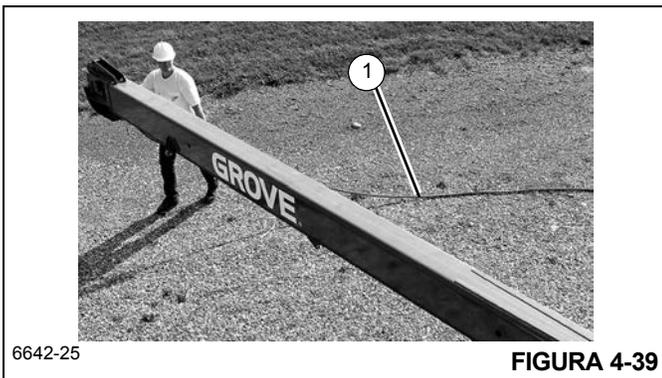

FIGURA 4-39
4. Utilizando el cable guía (1) (Figura 4-39) para mantener el control de la sección de plegado doble (de extremo), gire la sección de extremo hacia la posición elevada.